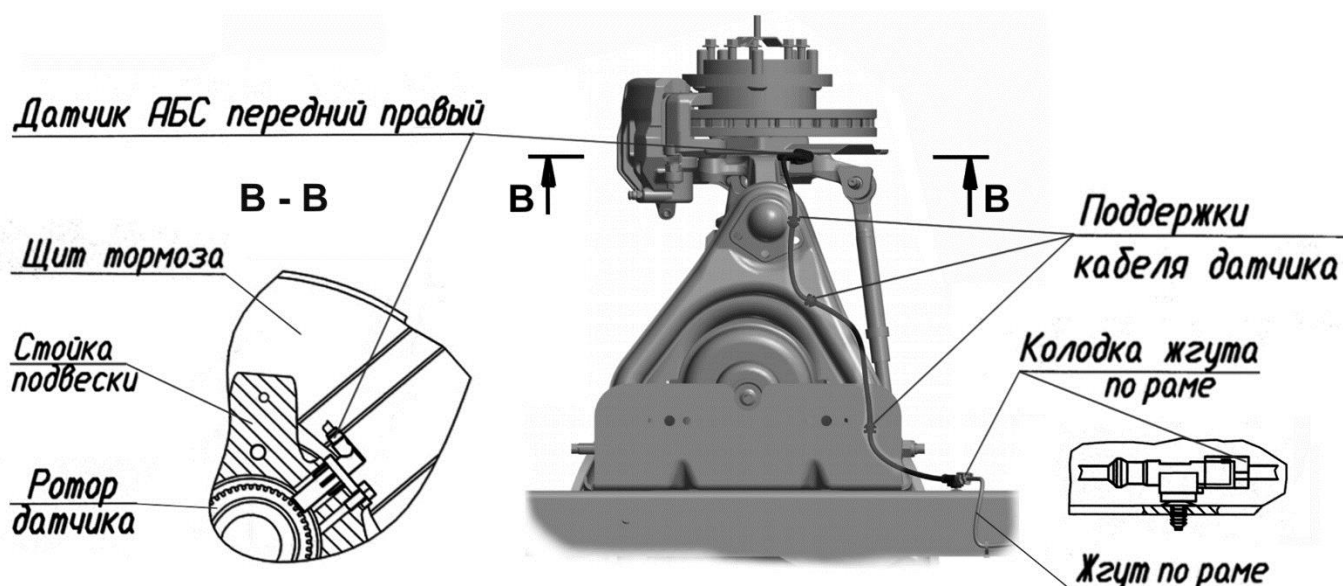

Рис. 7.72. Замена датчика АБС переднего правого колеса. Изображение для левой стороны автомобиля зеркально данному рисунку
- разъединить колодку жгута по раме и колодку датчика (см. рис. 7.72, 7.73, 7.74);